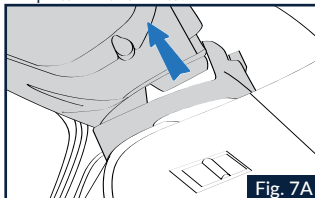
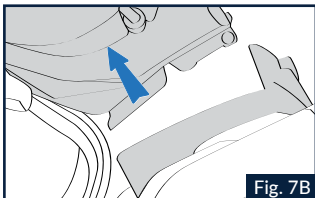

Fig. 7A
Fig. 7B
1.2 Empuje la palanca de desenganche del mecanismo lateral izquierdo hacia la parte posterior (Fig. 6) hasta el fin de carrera y, al mismo tiempo, desplace la pantalla hacia delante haciendo que salgan, primero, el gancho superior «A» (Fig. 7A) y, luego, el gancho inferior «B» de los respectivos alojamientos presentes en el mecanismo lateral (Fig. 7B).
2.2 Coloque la parte lateral izquierda de la pantalla sobre el correspondiente mecanismo lateral insertando el gancho inferior de la pantalla en el correspondiente alojamiento presente en el mecanismo (Fig. 7B).
2.3 Gire la pantalla hacia el mecanismo lateral insertando el gancho superior «A» en el correspondiente alojamiento presente en el mecanismo lateral de forma que la palanca de desenganche retroceda y luego regrese a su posición trabando, con un clic, la pantalla en el mecanismo lateral (Fig. 7A).